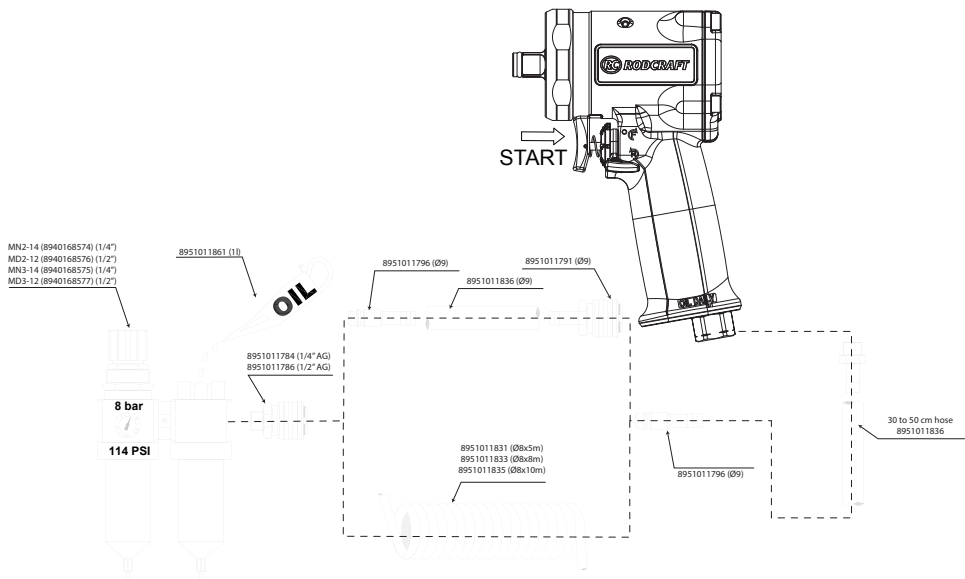

Fig. 01:
- Das Gerät laut Abb. 01 anschließen.
- Zum Betrieb in Vorwärtsrichtung den Umschaltstift einwärts drücken. Zum Betrieb im Rückwärtsgang den Umschaltstift (2) drücken.
- Drücken Sie zum Starten der Maschine einfach auf den Drücker (1). Die Maschinendrehzahl steigt mit steigendem Druck auf den Drücker. Lassen Sie den Drücker oder Hauptschalter los, um die Maschine zu stoppen.
- Den Drehzahlsschalter (3) nur verwenden, wenn die Antriebsspindel vollständig stillsteht. Das Ändern der Drehzahl vor dem Stillstand der Antriebsspindel kann die Maschine beschädigen.
- Connect device as shown in Fig.01.
- To operate in forward rotation, push the reverse pin (2). To operate in reverse, push the reverse pin (2).
- To start the machine, simply push the trigger (1). Machine speed is increase by increasing pressure on the trigger. Release the main switch to stop.
- Use the speed switch (3) only when the drive spindle comes to a complete stop. Changing the speed before the drive spindle stops may damage the machine.